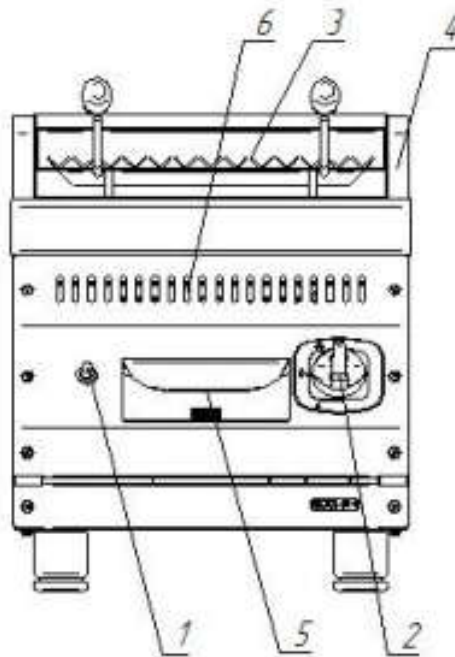

Рис. 1. Гриль
4.1. Устройство газового гриля показано на Рис. 1.
Нажмите на ручку крана горелки и поверните ее против часовой стрелки, установив символ искры зажигания  напротив метки на панели управления (рис. 2а). Нажав до упора, одновременно произведите поджог газа при помощи пьезорозжига. Удерживайте ручку крана в течение не менее 15 секунд, после чего отпустите. После проведения вышеуказанных операций необходимо проконтролировать наличие горения газа, для чего необходимо посмотреть в смотровое окно б (рис.1), в котором можно наблюдать наличие пламени. Пламя должно быть устойчивым. Если пламя не горит, повторите операцию.